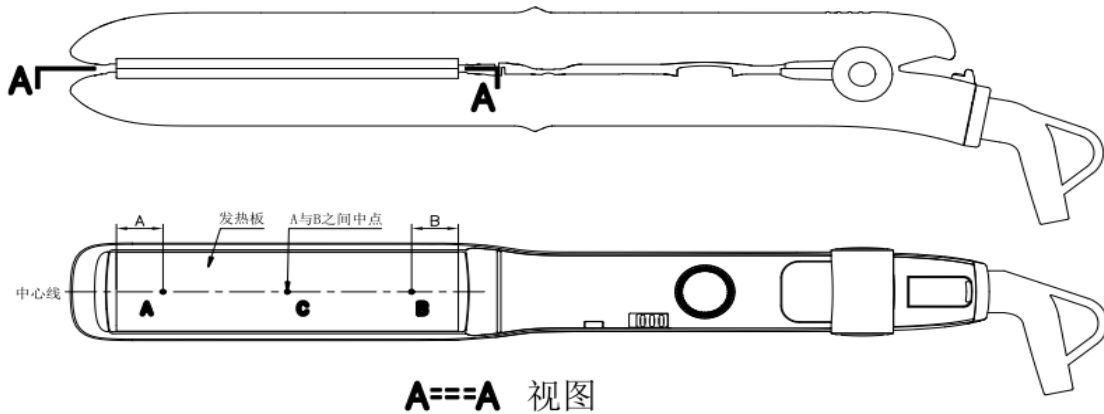

图4 直发器温度测量点位置
a) 直发器温度测量点位置：A、B、C，其中C点温度作标称温度值，见图4。